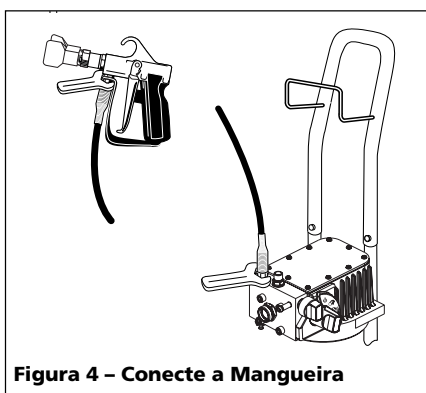

Figura 4 - Conecte a Mangueira
5. Conecte a mangueira de alta pressão à bomba e à pistola e usando uma chave de 17,5 mm (11/16") (Veja a Figura 4). Não conecte ainda o sistema de sucção.